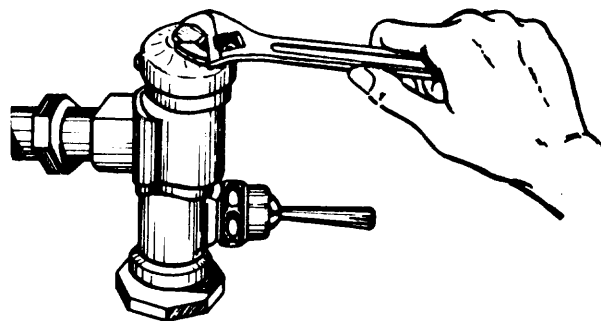

Fig. 1
- 1º paso *Quite los tapajuntas del fluxómetro y de la válvula (fig. 1).*